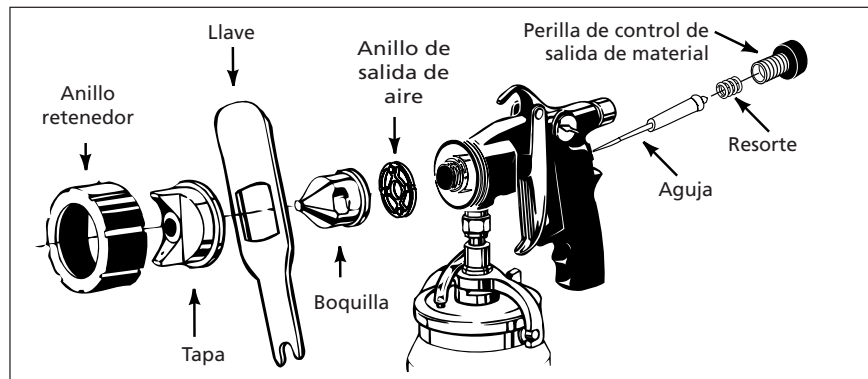

Figura 15 - Preparación para limpiar
2. Use la llave suministrada para sacar el anillo retenedor y el anillo de salida de aire. (Vea la Figura 15).